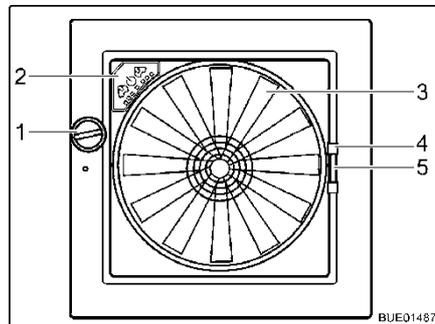

Fig. 114 Claraboya Omni-Vent
- Girar el botón giratorio (Fig. 114,1) hasta alcanzar el ángulo de apertura deseado.
- Girar el botón giratorio (Fig. 114,1) hasta que la claraboya esté completamente cerrada.
- Tirar del tirador (Fig. 114,4) de la protección contra insectos hacia el lado opuesto del marco.
- Comprimir el tirador (Fig. 114,5) del oscurecedor.
- Ventilador** Cuando la claraboya está abierta, el interior se puede ventilar y purgar de aire con el ventilador de 6 niveles (Fig. 114,3). El ventilador se maneja a través del cuadro de mando (Fig. 114,2).